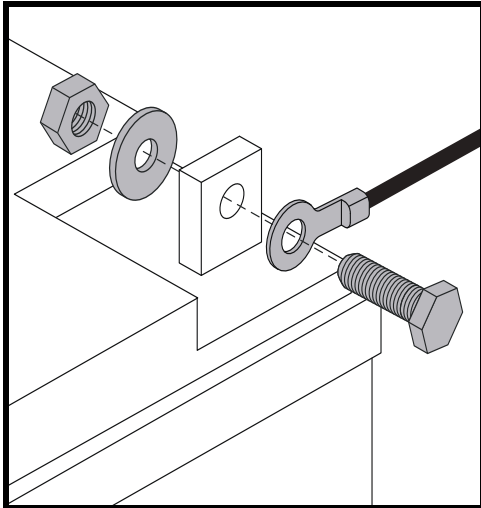

Abb. 12. Befestigungselemente für den Batterieanschluss
4. Trennen Sie die Batterienkabel von den Batterieanschlüssen, indem Sie die Anschlusskappen zurückschieben und die Mutter abschrauben. **Siehe Abb. 12.**